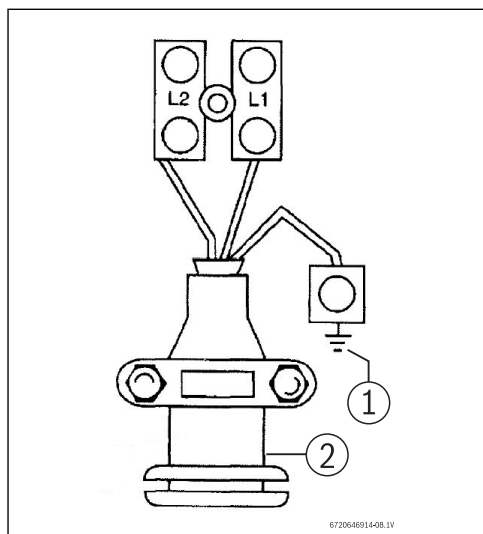

Fig. 3 Cable de terminación
- Conecte los cables al bloque terminal y a la clavija de tierra (Fig. 3 ):